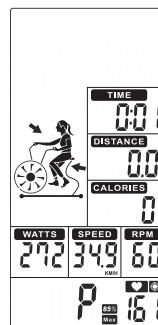

FIGURA 46
- Cuando comience el entrenamiento, se enciende la frecuencia cardíaca MÁXIMA, 65% y 85% de frecuencia cardíaca cambiará a la pantalla. TIME/DISTANCE/CALORIES/WATTS/SPEED/RPM calculará el valor del entrenamiento (Figura 46).